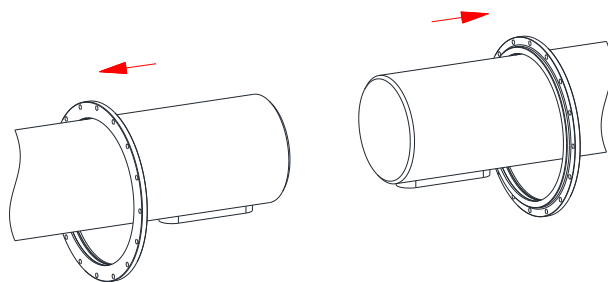

Fig. 33
- Placer les couvercles (composant 9) sur l'arbre de la partie motrice et réceptrice. Attention à ne pas endommager les joints toriques (composants 8 et 11) (voir fig. 33).